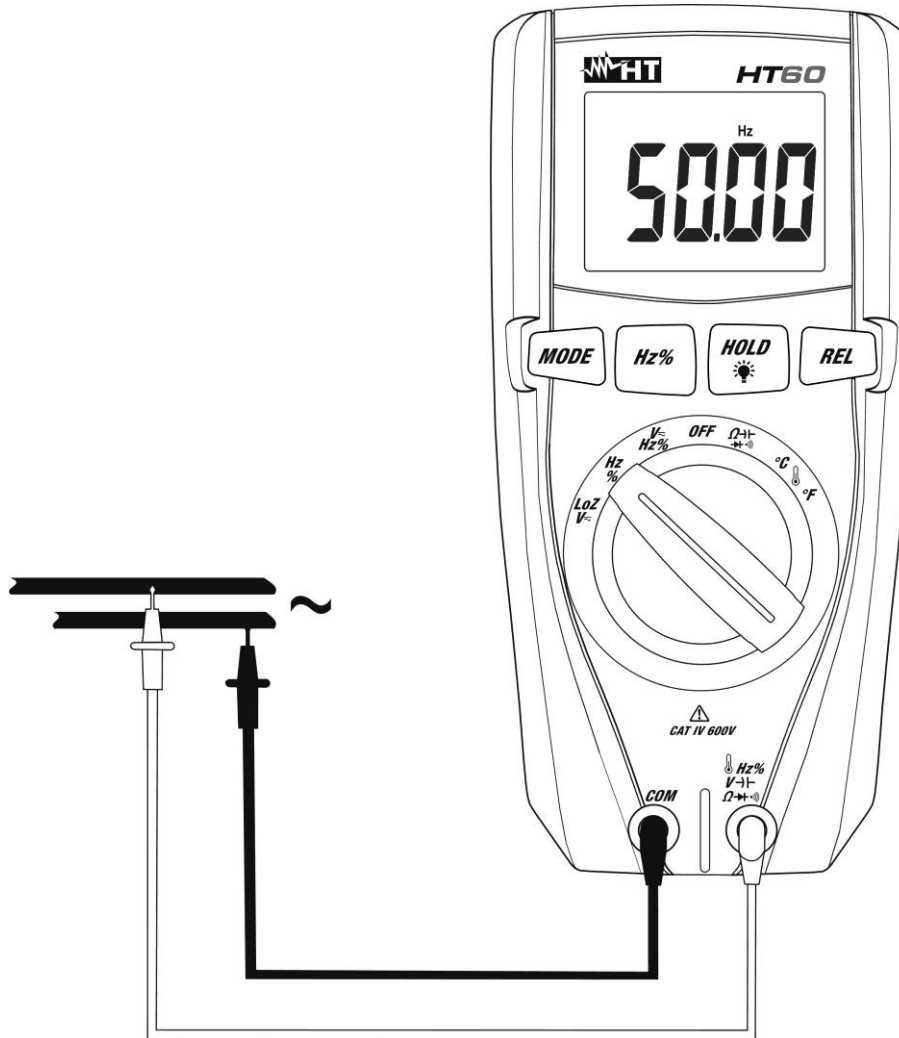

Fig. 7: Utilisation de l'instrument pour les mesures de Fréquence et Duty Cycle
3. Positionner les embouts sur les points désirés du circuit sous test (voir Fig. 7). La valeur de la fréquence est visualisée à l'écran